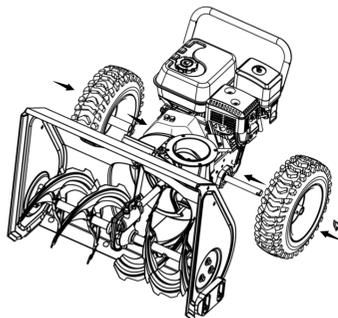

Рис. 5
- Установите колеса на валы выходящие из коробки передач и зафиксируйте с помощью болтов (рис. 5).